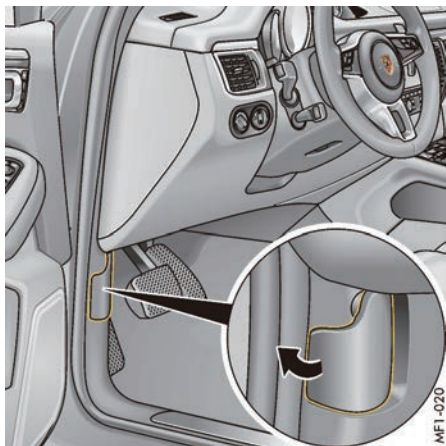

图 171: 解锁前部车盖
2. 拉动解锁杆（图 171）。
2. 检查并确认前部车盖已正确卡入两个锁内并且解锁杆（图 171）已回到初始位置。